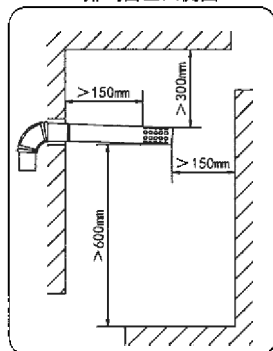

图12
■ 必须使用本热水器所配用的专用烟道，安装方法(如图12)。如烟道较短可根据需要适当加长。每半年检查一次，检查烟道有无破损，漏烟等现象。